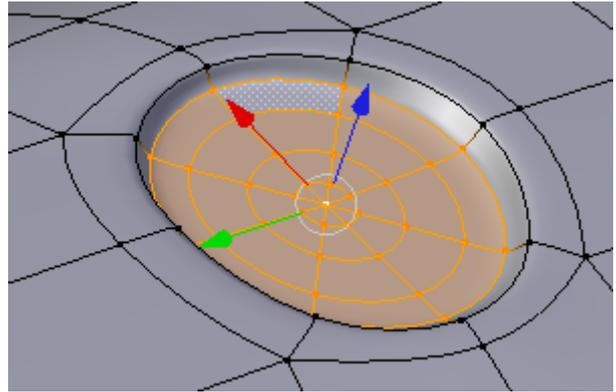

Figura 4.176
5. Na janela Right Ortho, seleccione o contorno do octógono, proceda a múltiplas extensões seguidas de escalamento, **[E] > [LMB] > [S]**, e funda num só vértice o contorno final, **[Alt]+[M] > At Center**, de modo a fechar o interior da cavidade do manípulo, figura 4.176.
6. Com todos os vértice do interior da cavidade seleccionados, nivele-os em zz, **[S] > [Z] > [0]**, figura 4.176.